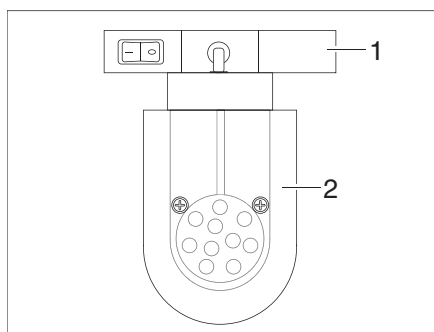

Fig. 60 Faretto a LED (esempio)
- Afferrare il supporto (Fig. 60,1) e girarlo di 90°.
- Togliere il faretto a LED (Fig. 60,2) dal sistema di guide.
- Riapplicare il faretto a LED (Fig. 60,2) nel sistema di guide nella posizione desiderata e girarlo di 90°.